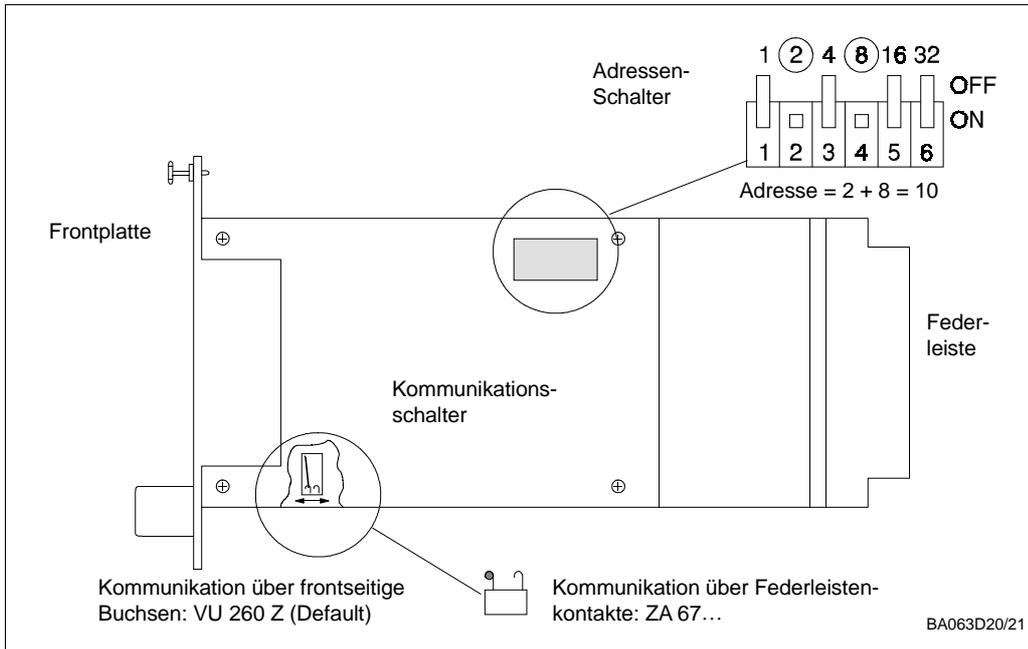

Abb. 2.10:
In Abb. 2.10 sind die Konfigurationsschalter für die Fernbedienung des Silometers FMC 671 Z/676 Z dargestellt.
- Bei Stellung ON wird dem Schalter der in Abb. 2.10 gezeigte Wert zugewiesen. Im Bild hat die Adresse den Wert $2 + 8 = 10$.